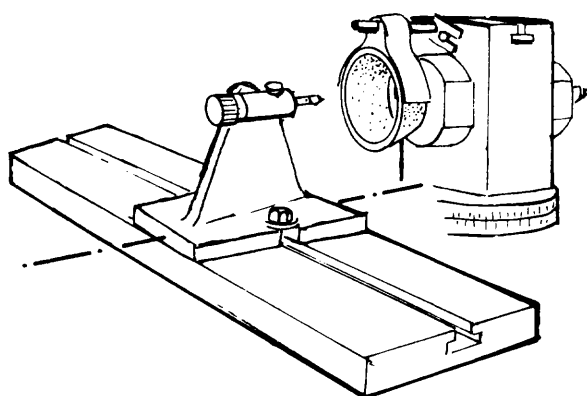

Fig. 2
- b Apoye el soporte en el medio de la mesa y posiciónelo (fig. 2).